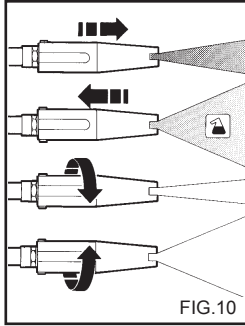

FIG.10
UTILIZAÇÃO DO BICO REGULÁVEL MULTIREG (fig. 10)
2) Ligue a máquina de lavar, abra a torneira de detergente (se estiver presente), active o comando de sucção do detergente colocado na lanca (fig. 10) e espalhe a solução sobre a superfície a lavar de baixo para cima.